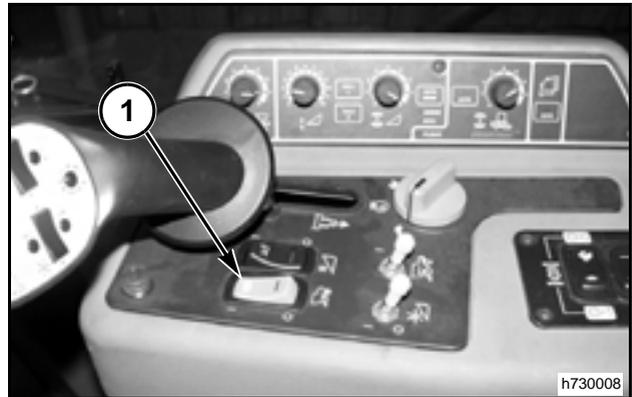

FIG. 89
FIG. 89: Tecla para activar la tracción trasera asistida (opcional), (1) - el eje de la tracción trasera es equipado como motores de movimiento fijos. Cuando la tracción trasera asistida es activada, el torque de la rueda o de tracción de la barra de tracción obtenido es determinado en función de la presión hidrostática. Para aumentar la presión hidrostática, coloque la transmisión en una marcha mayor. El porcentaje de asistencia de ruedas traseras será mayor en las marchas mayores.